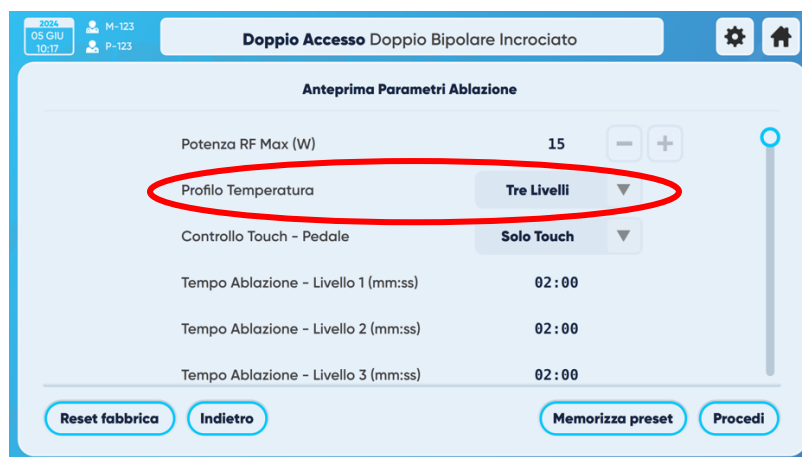

Figura 23 - Selezione del profilo di temperatura
1. Il menu a tendina del Profilo di Temperatura permette di scegliere le due rampe di riscaldamento preimpostate: a passo singolo o a tre livelli (Figura 23).